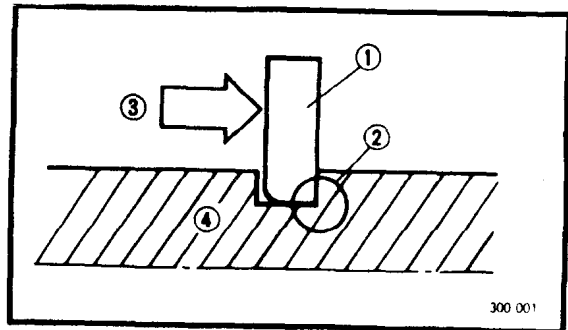

图 1-7
在重新组装作业之前，应仔细检查所有的开口环。活塞销环卡在使用一次之后均应更换。应更换扭曲的开口簧环。当安装开口簧环①时，务必使锐角部分②位于承受推力③相反的一侧。请参阅剖面图 1-7。④为轴。